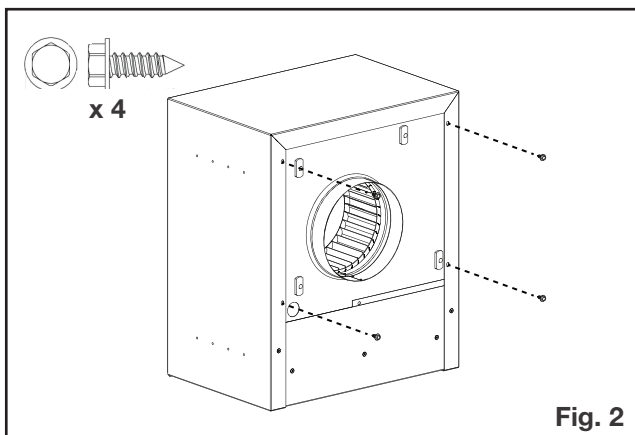

Fig. 2
2. Fixez le boîtier du ventilateur au boîtier extérieur à l'aide de quatre vis (fournies) (**Fig. 2**).